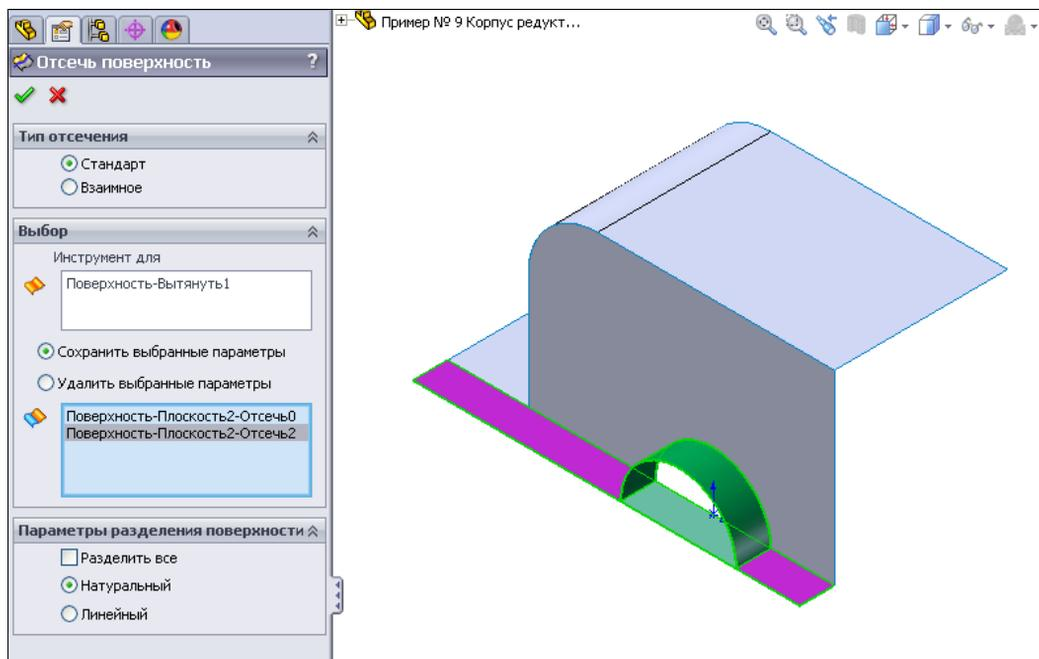

Рис. 2.106
15. Удалим лишнюю часть этой плоской поверхности (рис. 2.106).